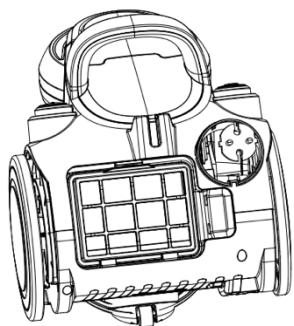

Fig.11
2) Zoals in fig.11, haal het filter eruit.